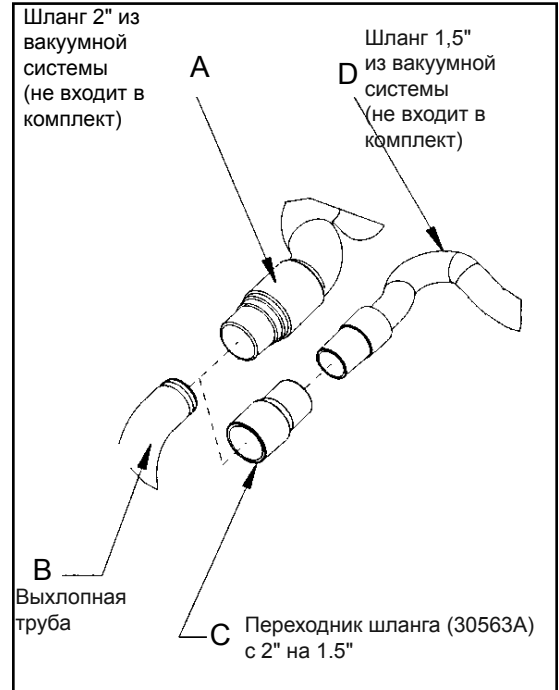

Рисунок 1
1. Установите окончание шланга 2" (рисунок 1, A) прямо сверху выхлопной трубы (рисунок 1, B).
1. Установите переходник окончания шланга 2" x 1S" (№ детали 30563A) (рисунок 1, C) над выхлопной трубой (рисунок 1, B).
2. Вставьте окончание шланга 1 S" (рисунок 1, D) в переходник (рисунок 1, C).